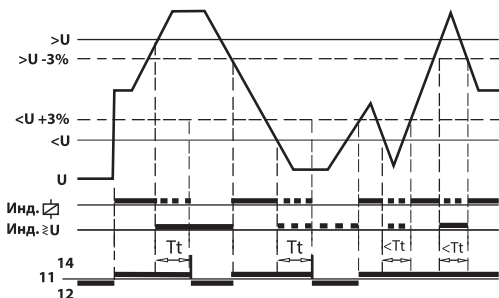

Рисунок 5. Схема работы реле
6.2. При расчете напряжения повторного подключения следует учитывать гистерезис, который составляет 3% от установленного верхнего или нижнего значения (рисунок 5). Например, при установке верхнего значения напряжения 265 В значение гистерезиса составит $265 \cdot 0,03 = 7,95$ В, т. е. при снижении напряжения менее 265 В нагрузка вновь подключится при напряжении $265 - 7,95 = 257,05$ В.